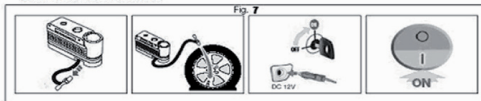

fig. 133
- ☐ un dépliant avec instructions fig. 133, pour bien utiliser le kit, qu'il faudra ensuite remettre au personnel auquel sera confié le pneu ainsi traité ;